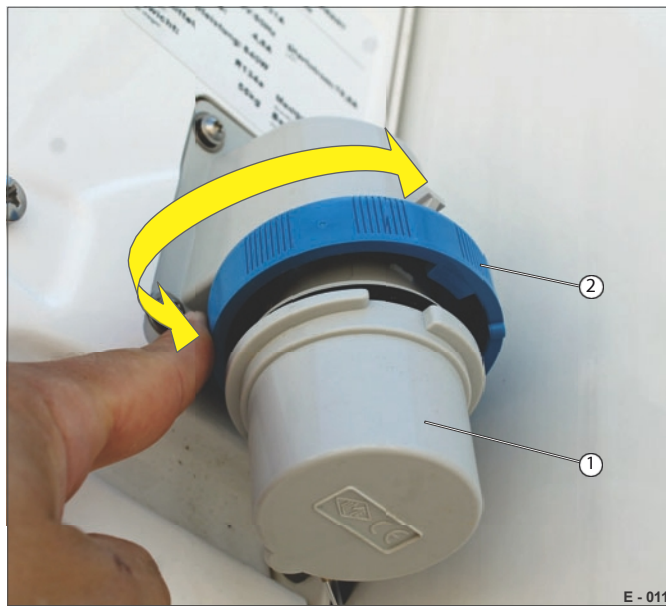

Fig. 11 Åpning av strømtilkoblingen
- Skru av skruetetten (fig. 11/2).
- Trekk av hetten (fig. 11/1).